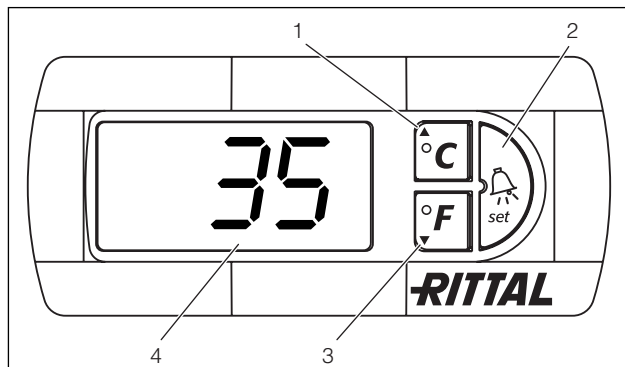

図 24: e コンフォートコントローラ
クーリングユニットは自動運転です。スイッチを入れると蒸発器ファン（5 ページの図 2 参照）が動き始め、作動中はエンクロージャー内の空気を循環させます。コンプレッサーとコンデンサーファンは e コンフォートコントローラにより制御されます。e コンフォートコントローラは 7 セグメント表示で自由に設定ができます（図 24、No. 4）。電源が入ると、約 2 秒後に最新のソフトウェアバージョンおよび作動中のエコモードがコントローラに表示されます。その後、設定したオプション（例えば t10）または温度が表示されます。その後の正常運転時には、温度（摂氏または華氏の切替可能）やエラーメッセージなどが表示されます。通常は現在のエンクロージャー内部温度が表示されていますが、エラー発生時には、温度表示に変わってエラーメッセージが表示されます。ユニットのプログラムは 1~3 までのキー（図 24）で行います。プログラム用パラメータも同様にモニター表示されます。
- キー 1 とキー 2 (図 24) を同時に 5 秒間押し続けます。
1、2、3 の各キー (図 24) を使って、24 種のパラメータを一定範囲内 (最小値～最大値) で変更できます。